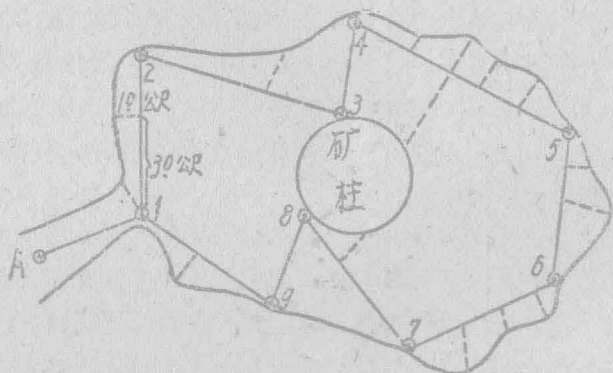

图7 开采工作面平面测量图
(1) 罗盘导线法：使用挂罗盘测量开采工作面，须从一个已知点开始测到工作面内部去。每测一次，必须使上次所测的测点闭合，或每次自相闭合，如图7所示。这样可以发觉问题，如闭合相差太大，那就必须重测。
当工作面自相闭合以后，在量每条线的距离时，须看情况测量支距。如图7所表示的，首先自已知点A开始，然后再依次测量A~1、1~2、……8~9、9~1，使其自相闭合，而在每条测线中间画有虚线，这些虚线就是表示所测量的支距，支距是必须垂直于测线的，并要量测线的前进距离，如1~2线，进3.0公尺，距左边1公尺。必须谨慎，测线的前进距离与至巷道壁的距离不要相互记错，